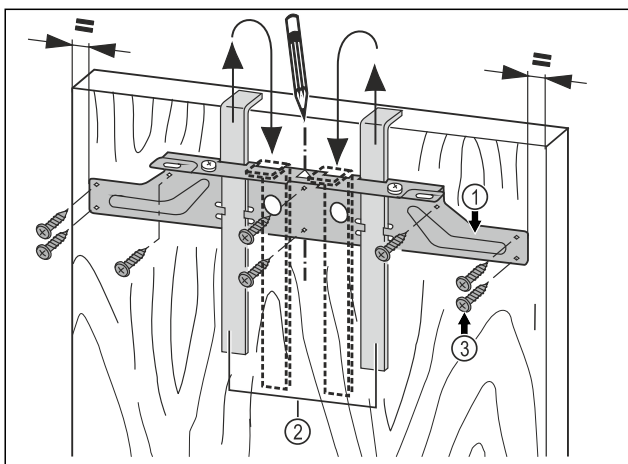

Fig. 19
- Hang de montagedwarsstang Fig. 19 (1) met de montagehulpen Fig. 19 (2) aan de binnenkant van de meubeldeur.
- Bevestigingstraverse Fig. 19 (1) in het midden van de deur uitlijnen.
- De bevestigingstraverse Fig. 19 (1) met minstens 6 schroeven Fig. 19 (3) vastschroeven.
- Bevestigingstraverse Fig. 19 (1) met 4 schroeven Fig. 19 (3) in de rand vastschroeven.
- Montagehulpstukken Fig. 19 (2) naar boven toe eruit trekken en gedraaid in de daarnaast gelegen opnameopeningen schuiven.